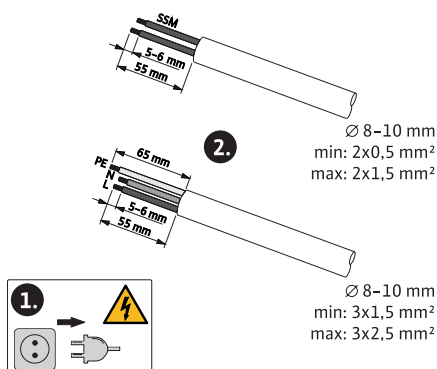

Fig. 18: Préparation du raccordement
- Utiliser un câble de raccordement au diamètre extérieur suffisant pour assurer l'étanchéité et la décharge de traction sur le passe-câbles à vis → Fig. 18.